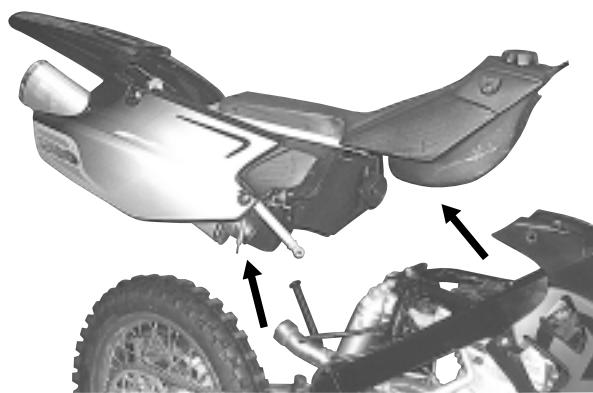

Fig. 40
- Sollevare il complessivo in oggetto (Fig.40).
- Lift the assembly (Fig. 40).
- Die gesamte betreffende Baugruppe anheben (Abb. 40).
- Soulever le groupe en question (Fig. 40).